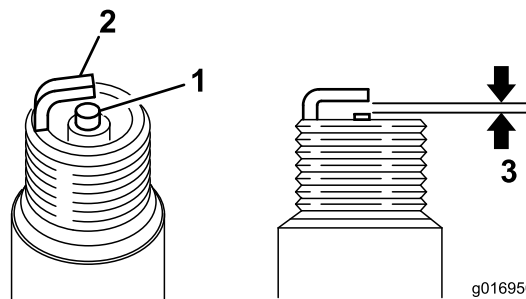

Figura 39
3. Ajuste el espacio entre electrodos a 0,6–0,7 mm (0,024–0,028"), según se muestra en Figura 39. Tras ajustar correctamente los electrodos, instale la bujía y apriétela firmemente a 23 N·m.